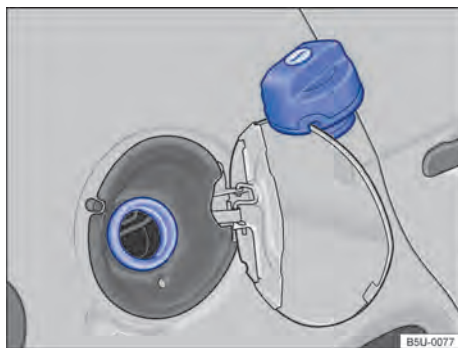

Fig. 146 Portinhola do tanque de combustível aberta com a tampa do tanque de combustível pendurada.
- Girar a tampa do tanque no sentido anti-horário e pendurá-la em cima da portinhola do tanque de combustível → Fig. 146.